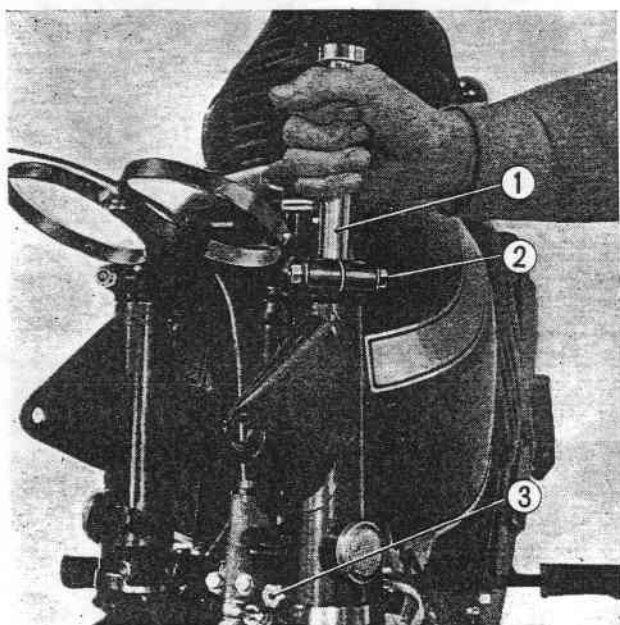

Fig. 11-20 ① Barre de montage de fourche avant
3. Mettre en place le carter supérieur de fourche sur la colonne de direction (au-dessus et au-dessous des blocs amortisseurs en caoutchouc), monter le tube de fourche dans la colonne de direction puis bloquer provisoirement avec le boulon de fixation de 10 mm. (Fig. 11-20)